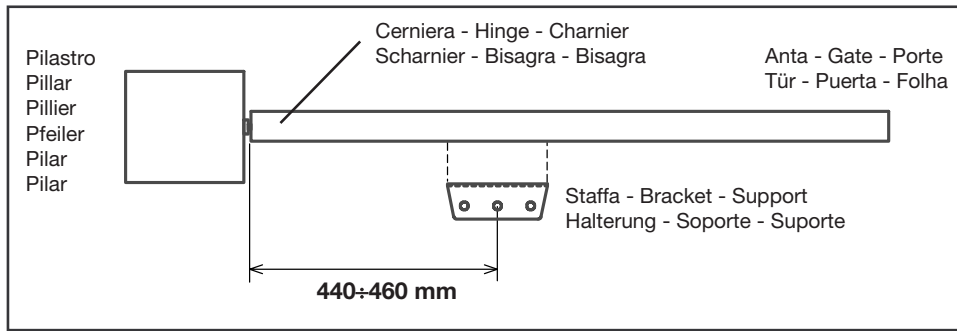

Fig. 2
- 1- Fissare la staffa di supporto del braccio articolato sulla parte interna dell'anta come indicato in Fig. 2.
- 1 - Fix the articulated arm support bracket to the gate internal side as shown in Fig. 2.
- 1- Fixer la bride de support du bras articulé à l'intérieur de la porte comme indique la Fig. 2.
- 1- Die Gelenkarmhalterung an Internteil der Tür wie in Abb. 2 gezeichnet befestigen.
- 1- Fijar el soporte brazo articulado sobre la parte interna de la puerta como indica la Fig. 2.
- 1- Fixar o suporte do braço articulado na parte interna da folha como indica a Fig. 2